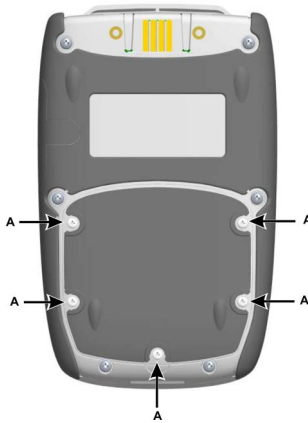

Figura 1: Vista trasera
1. Retire los cinco tornillos Pozidriv (A) (consulte la Figura 1, Vista trasera).